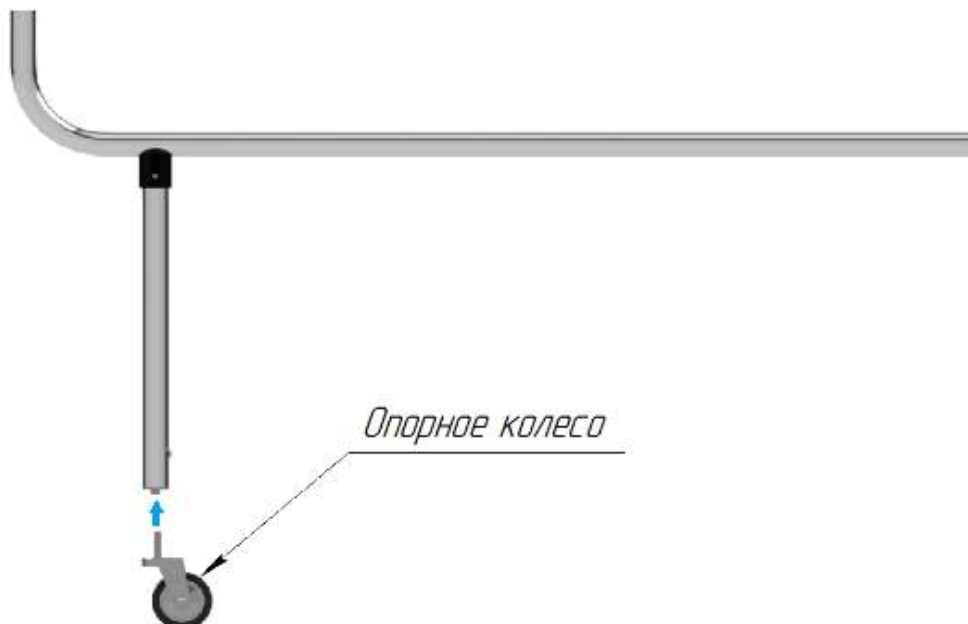

Рисунок 7.2.1 Установка опорного колеса
2. Закрутите резьбовую ось опорного колеса в основание опорной планки створки (рисунок 7.2.1);